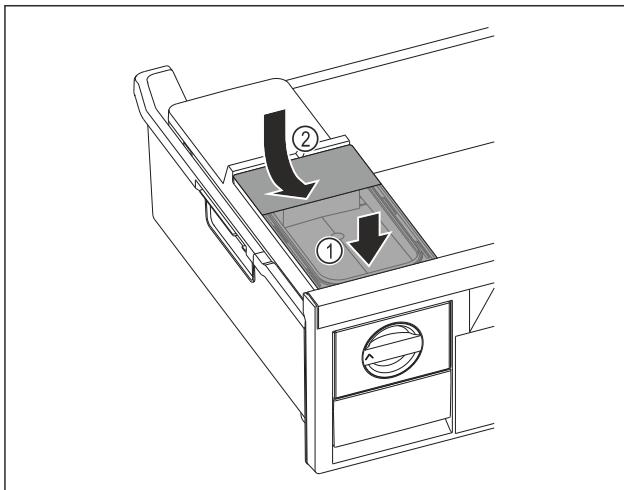

Fig. 181
- Поставете резервоара за вода отпред. Fig. 181 (1)
► Спуснете резервоара за вода отзад. Fig. 181 (2)